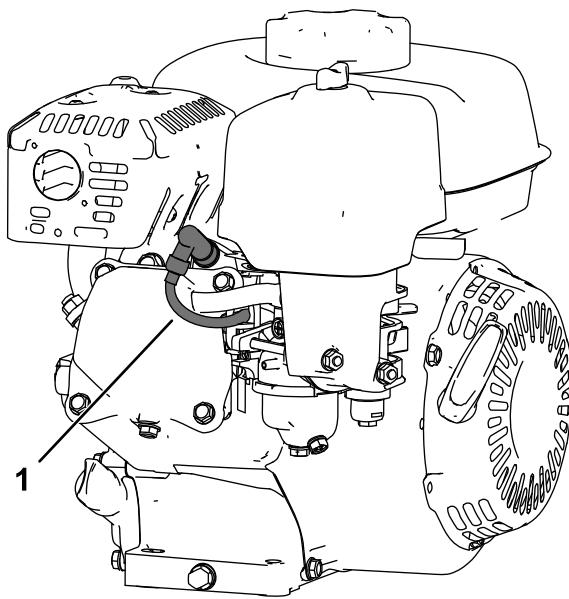

Figure 15
5. Débranchez le fil de la bougie (Figure 15).